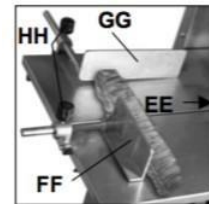

Figure 17
Placez la viande sur la table en acier inoxydable et placez-la entre la lame de scie à l'avant (EE, hors de l'image), le poussoir (FF) et le guide (GG) à gauche. Remarque: le guide et le poussoir sont dotés de boutons de réglage (HH) permettant d'ajuster l'emplacement des deux, en fonction de la taille du morceau de viande. (Figure 17)